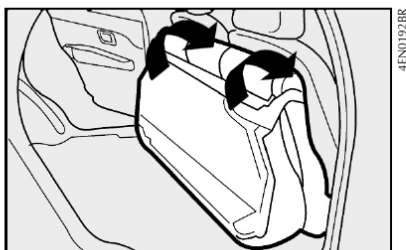

fig. 64
4) Rebater para a frente o encosto, passando os cintos pelos lados, até que este se apoie sobre o assento traseiro fig. 64.